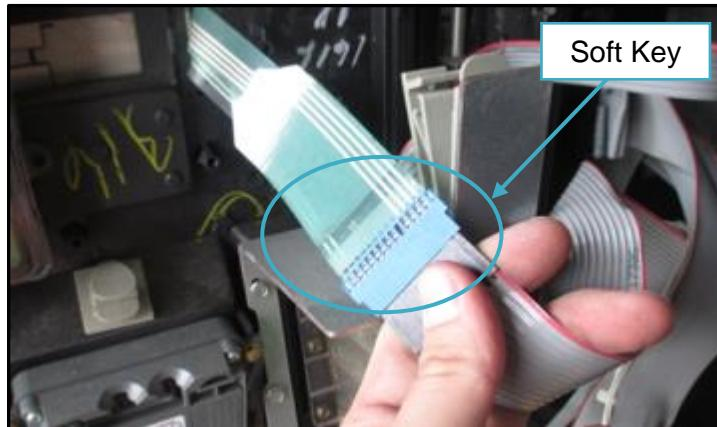

Fig. 1.7 – Unplug Soft key cables.
- 5) Unplug the soft key cables. (Fig. 1.7)